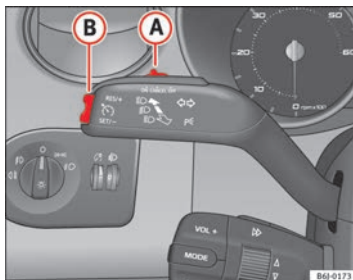

Fig. 119 Levier des cli-
- Déplacez la commande ⇒ fig. 119 **A** vers la gauche pour la mettre sur ON.